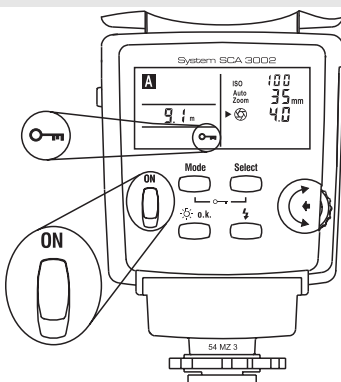

Bild 14 / Fig. 14 / Afb. 14
12.2 Ver- u Entriegeln der Bedienelemente (Key-Funktion) (Bild 14)
12.2 Verrouillage et déverrouillage des éléments de commande (Fig. 14)
12.2 Ver- en ontgrendelen van de van de bedieningselementen (Key-functie) (afbeelding 14)